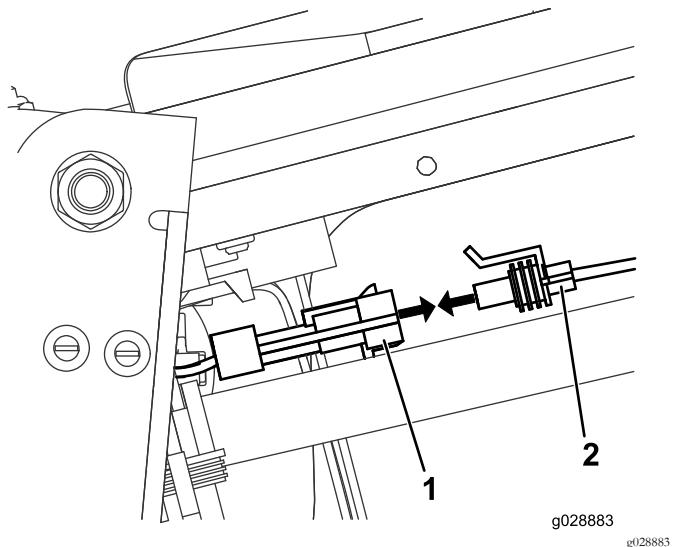

Figura 8
- Conecte el enchufe del arnés de cables del contador de horas inalámbrico al enchufe del arnés de cables principal (Figura 8).